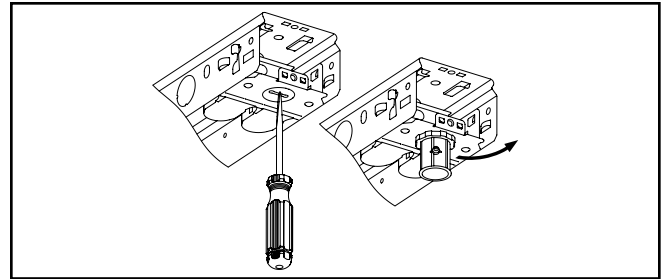

Figura 2.
1. Extraiga el expulsor e instale el accesorio (Figura 2).